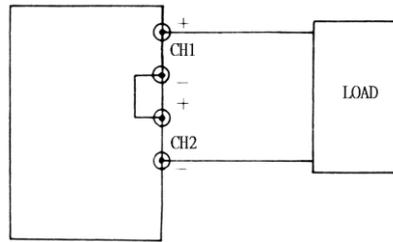
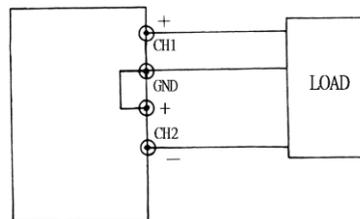

Figure 6 Alimentation « simple »
Figure 7 Alimentation symétrique
- Connecter le dispositif à alimenter selon le schéma de la figure 6 ou de la figure 7 (alimentation simple ou alimentation symétrique).
- Dans le cas où le châssis de l'équipement à alimenter est à un potentiel différent des bornes + ou - de l'alimentation, utiliser le branchement de la figure 7.